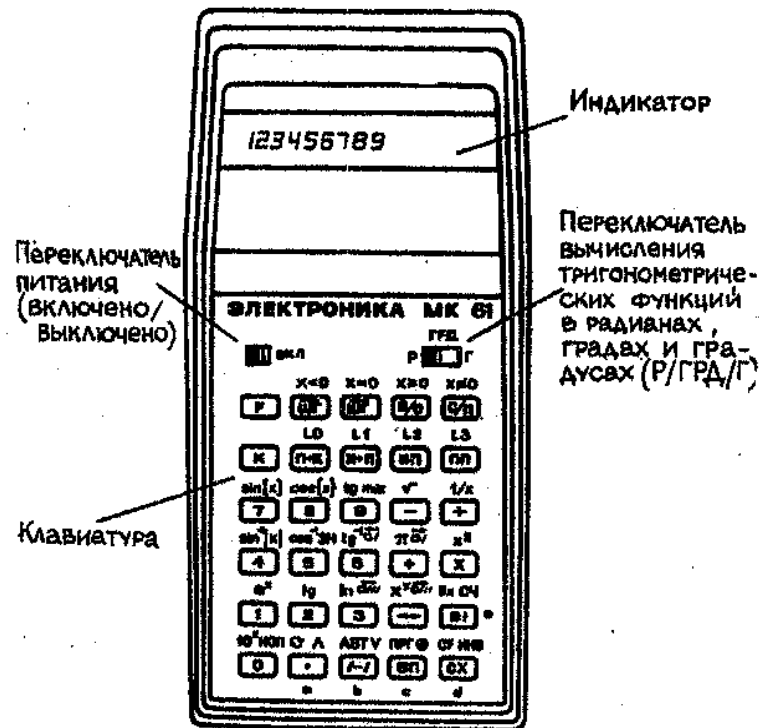

Рис.1
4.3.1. Внешний вид микрокалькулятора показан на рис.1, а схема электрическая принципиальная приведена в приложении 5.